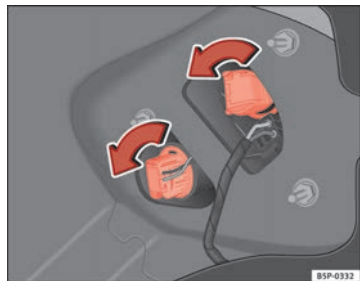

Fig. 187 Luces en la carrocería
- Gire el portalámparas hacia la izquierda ⇒ fig. 187.